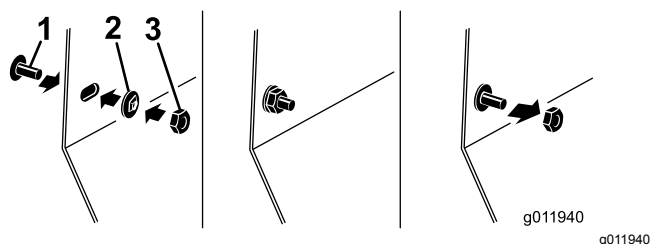

Figure 3
2. Installez les 2 vis (5/16" x 3/4") sur le panneau latéral et retournez ce dernier pour installer les 2 écrous poussoirs (5/16") sur les vis (Figure 3).
3. Vissez l'écrou hexagonal (5/16") sur la vis pour serrer l'écrou poussoir contre le panneau latéral (Figure 3).